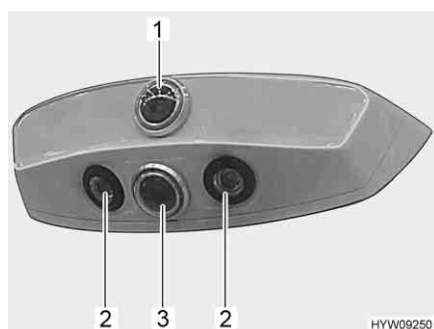

Fig. 23 Modulo telecamere
- Modalità di retromarcia/sorveglianza: la telecamera retromarcia (Fig. 23,3) riprende la zona immediatamente vicina alla parte posteriore del veicolo, che viene visualizzata sul display. In caso di marcia avanti non viene visualizzata alcuna immagine.
- Modalità di marcia: la telecamera specchietto retrovisore (Fig. 23,1) riprende la zona lontana dalla parte posteriore del veicolo, che viene visualizzata sul display ("3° specchietto retrovisore").
Nel modulo telecamere sono integrati dei LED (Fig. 23,2). Con questi LED è possibile illuminare la zona dietro il veicolo quando è buio (quando si utilizza la telecamera, ma anche indipendentemente dalla telecamera).